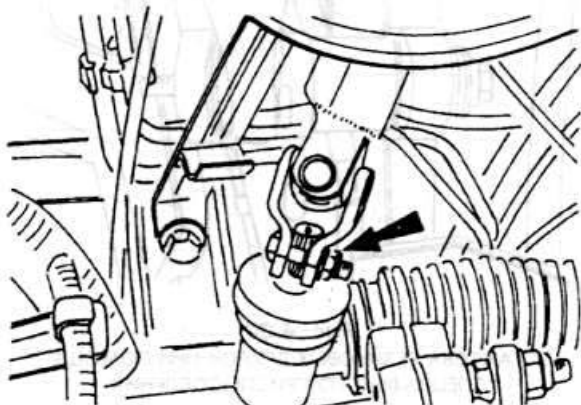

Рис. 5.2
- ♦ Отвинтите зажимной болт на валу зубчатого колеса перемещающего зубчатую рейку. Выньте зажимной болт (рис. 5.2).